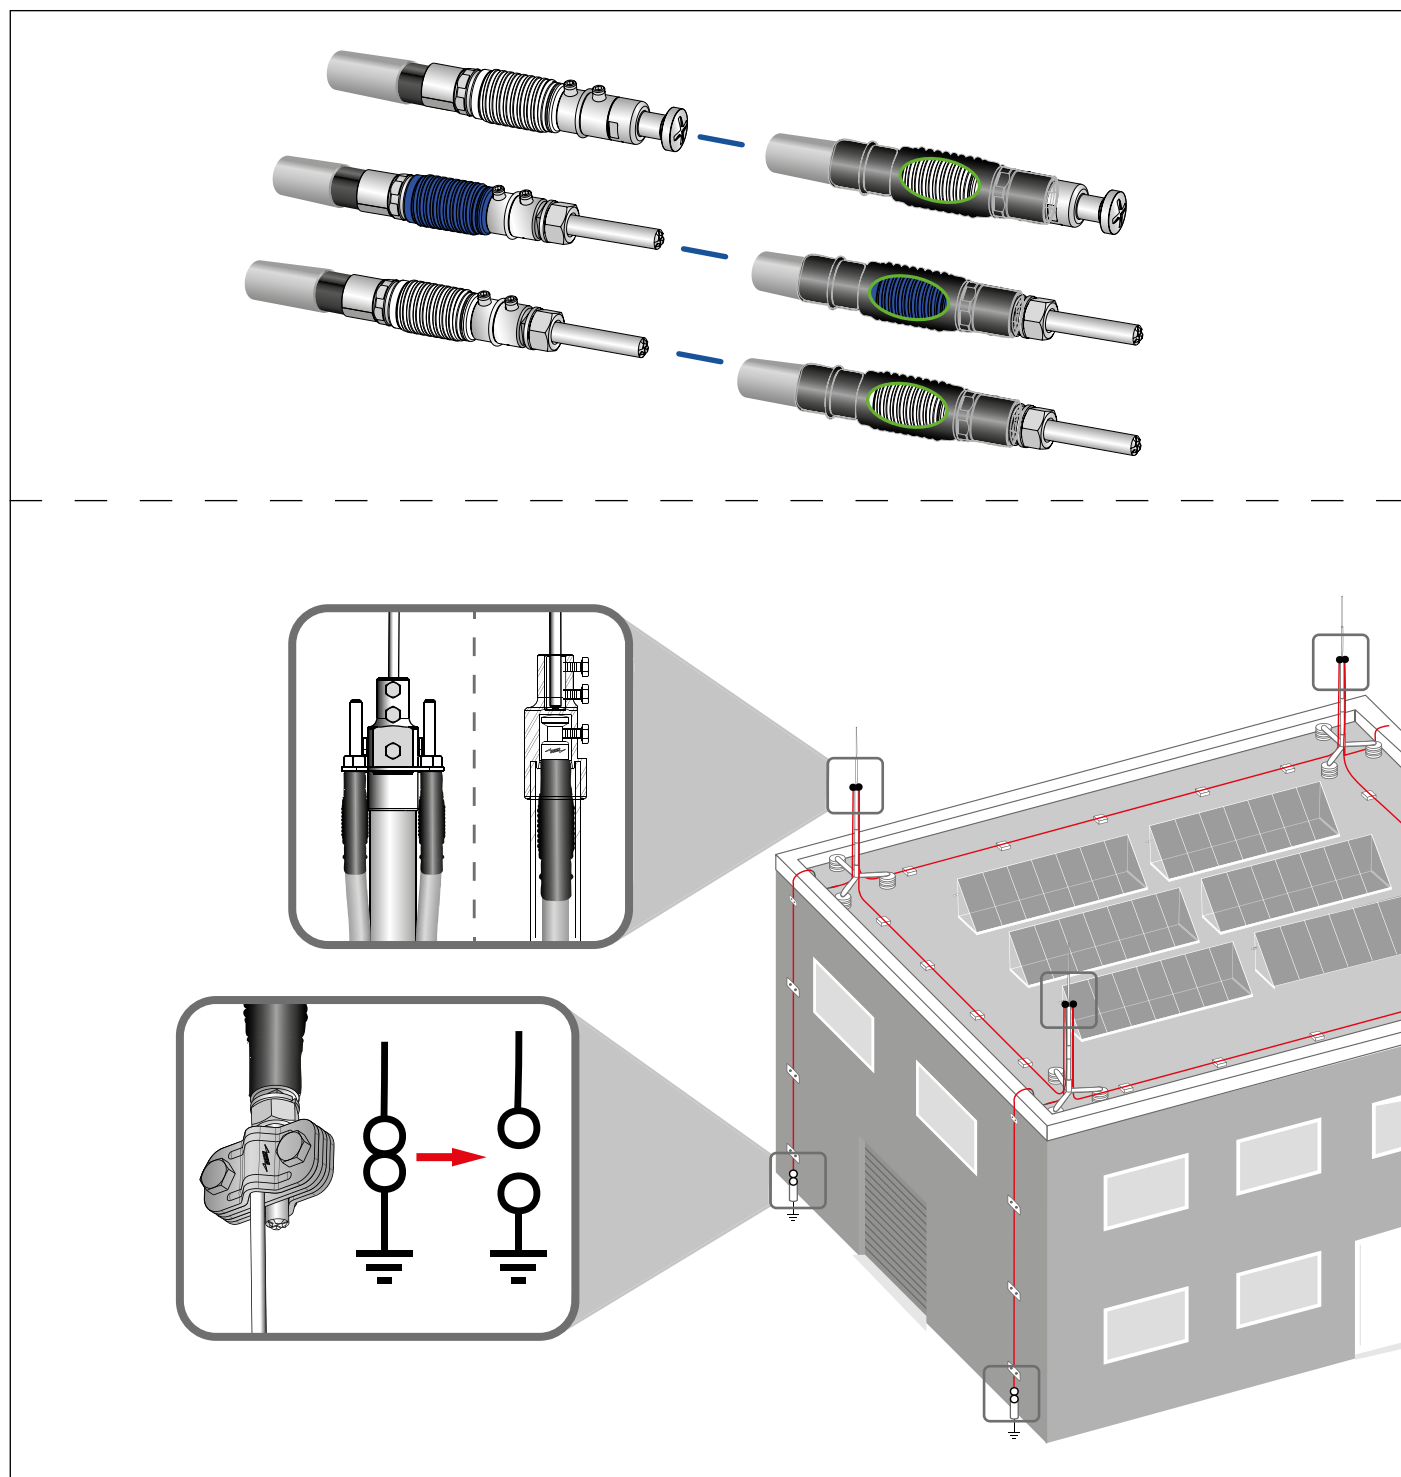
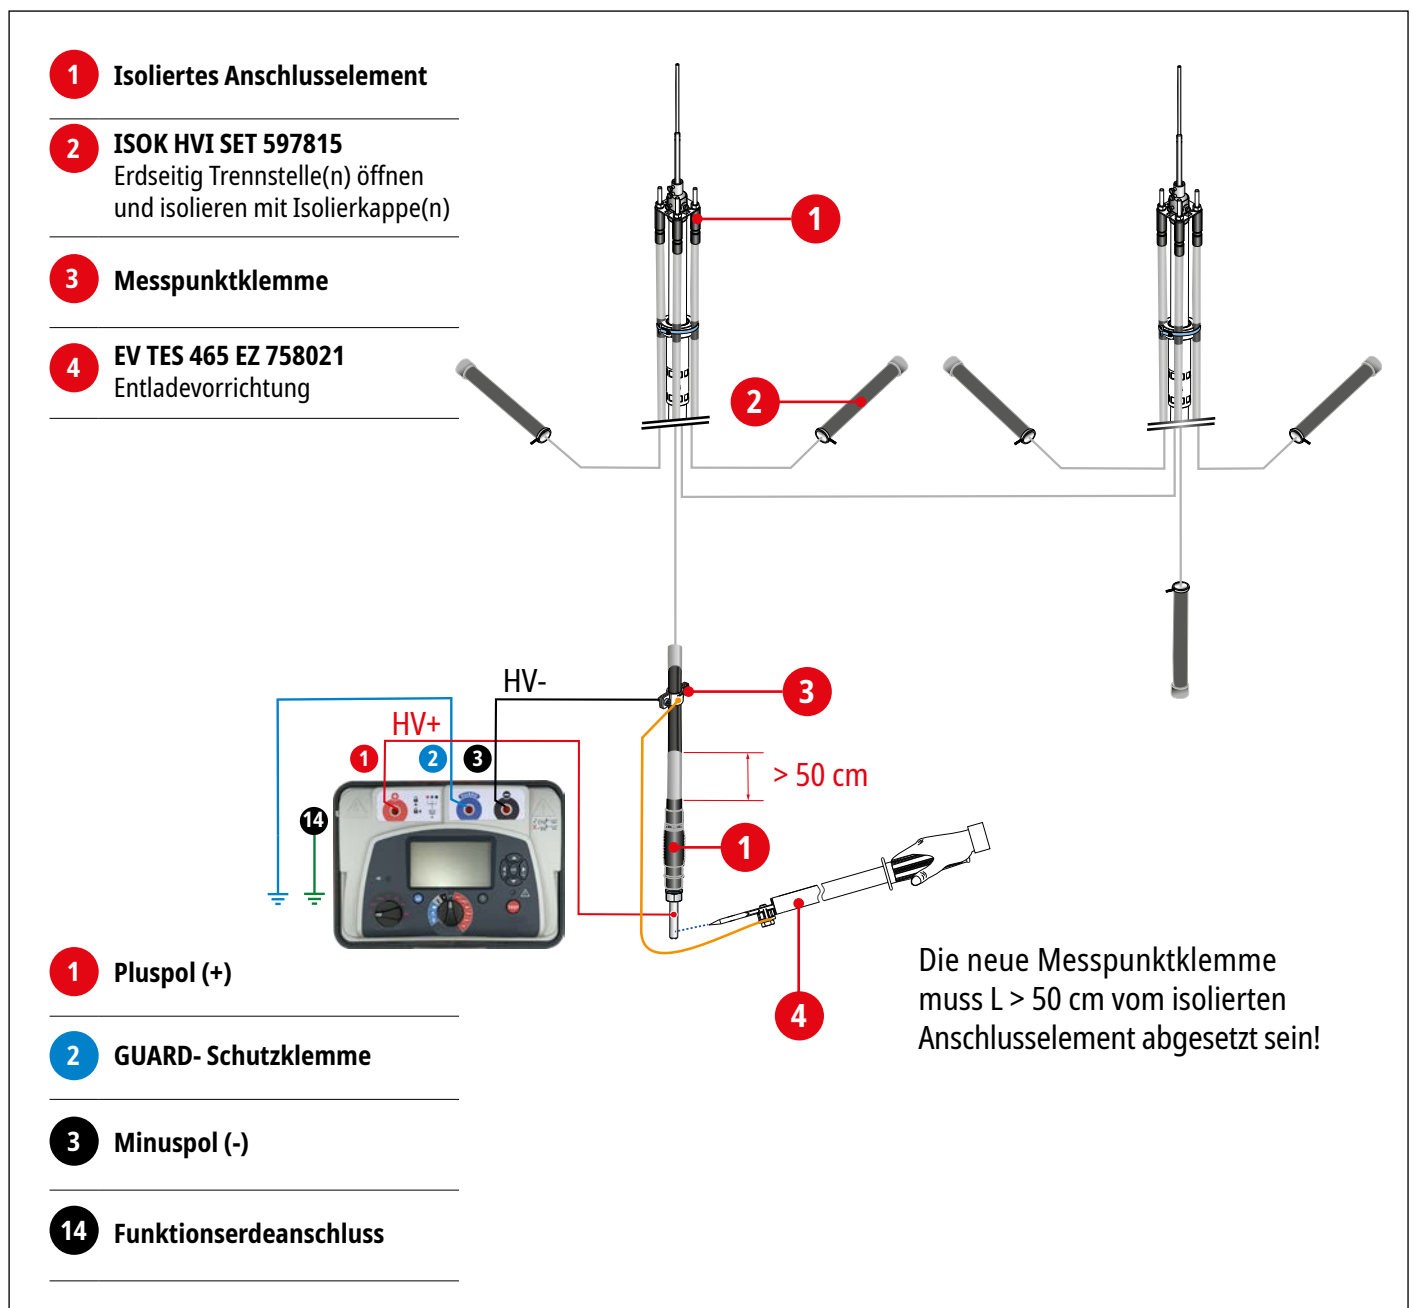

Bild 1 HVI Blitzschutzanlage
Bild 2 Messung Prinzipschaltbild
Die Isolationsmessung dient zur Überprüfung der Leiterisolation um deren Sicherheit bzw. Fehlerfreiheit zu erkennen. Um mögliche mechanische oder elektrische Beschädigungen an hochspannungsfesten, isolierten Ableitungen feststellen zu können, wird eine Isolationsprüfung/-messung am HVI Blitzschutzsystem durchgeführt. Die Prüfung erfolgt an intakten Systemen zerstörungsfrei und ohne Montageaufwand (Siehe Bild 1, Seite 3 u. Bild 2, Seite 4).
Das isolierte Blitzschutzsystem ist durch Öffnen der Trennstellenklemmen von der Erdungsanlage zu trennen (siehe exemplarisch Bild 1).
Besonders ist dabei zu beachten, dass bei der Isolationsmessung nur an den von DEHN zugelassenen Komponenten geprüft und gemessen werden darf, wie HVI Leitungen und isolierten Anschlusselementen (siehe Bild 1).
- Bei Isolationsmessung(en) an/in vermaschten **HVI Systemen** ist es ausreichend, die Messung z.B. (mit dem Prüfgerät **Megger MIT1525**) an nur einem Leitungsende durchzuführen (siehe Bild 2, Messung-Prinzipschaltbild).
- Bei der Montage bzw. beim Überstülpen der Isolierkappen Pos. 2 an dem offenen Leitungsende, müssen diese mittels der Arretierungsschraube(n) fest an den Leitungsenden angeschraubt werden (siehe Bild 2, Messung-Prinzipschaltbild).
- Das Messgerät mit den Anschlussleitungen verbinden (Bild 2, Seite 4)